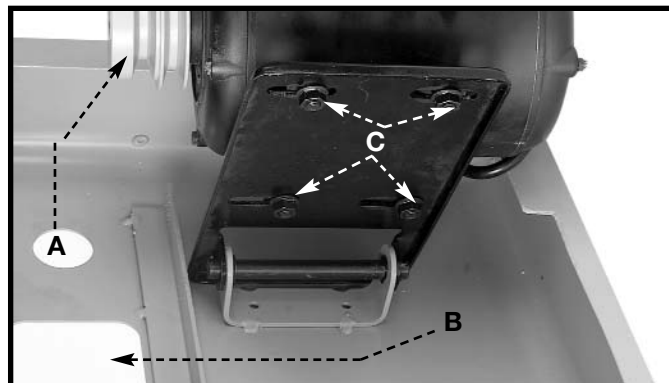

Fig. 6
5. Alinee los cuatro agujeros del soporte del motor con los cuatro agujeros (C) Fig. 6 de la placa de montaje del motor.
NOTA: Asegurese de que la polea del motor (A) Fig. 6 este montada en el lado con el agujero de la abertura de la correa.